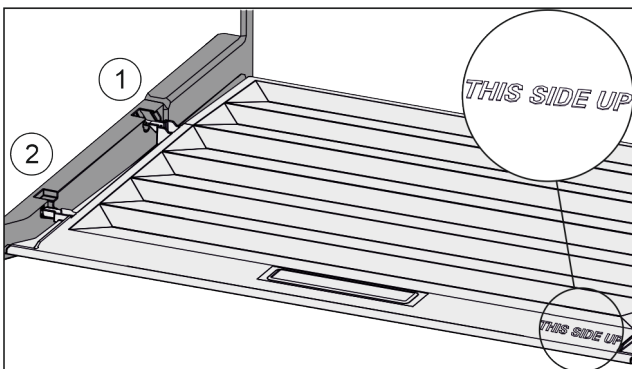

Fig. 129
- ▶ Вставить поперечные ребра крышки через отверстие заднего держателя Fig. 129 (1) и защелкнуть спереди в держателе Fig. 129 (2).